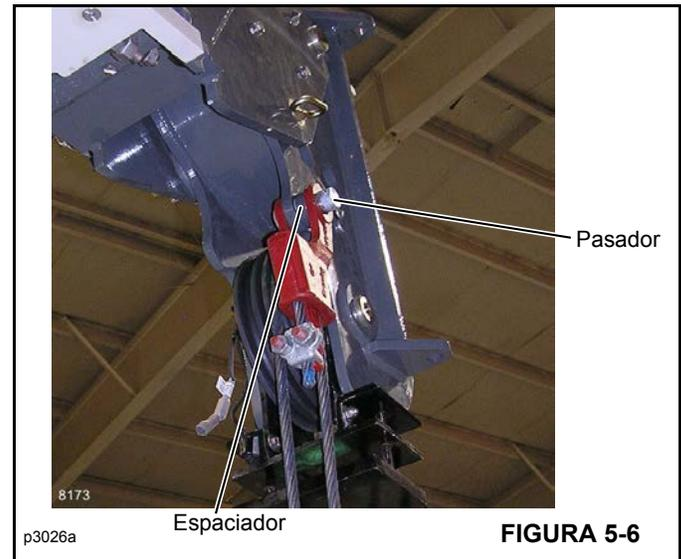

FIGURA 5-6
2. Retire el pasador (Figura 5-6) que fija el receptáculo de cuña del cable y el espaciador a la cabeza de la pluma.